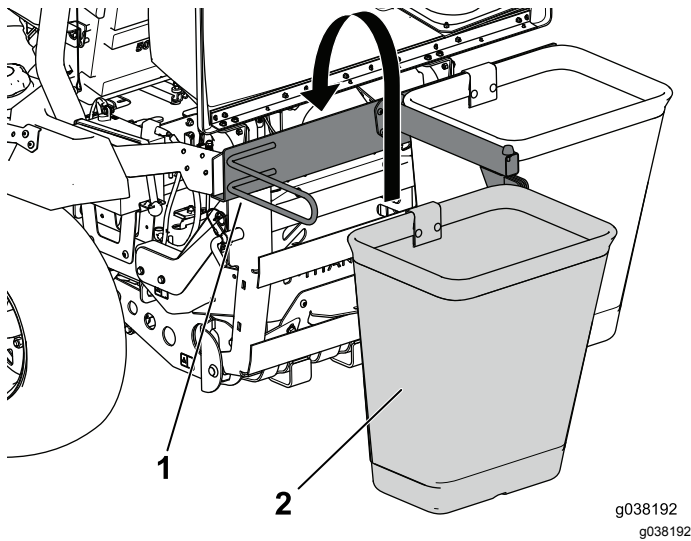

Figure 19
1. Accrochez le bac au cadre du système de ramassage (Figure 19).